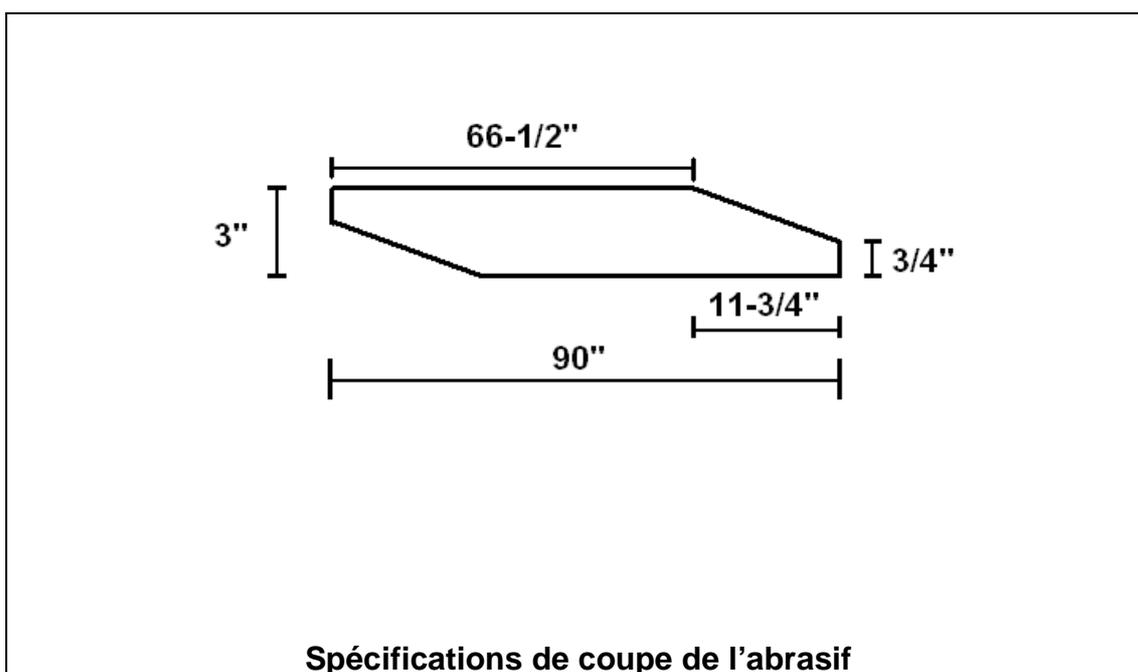

Figure 13
2. Avec soit une bande prédécoupée soit une bande que vous avez coupée pour l'utiliser, vous pouvez commencer à installer l'abrasif en insérant la pointe d'une bande conique dans la fente dans le côté gauche du cylindre tout en appuyant sur la pince (Figure 13). Il faut insérer environ un pouce de matériau dans la fente pour exécuter le raccordement dans la pince. Relâchez la pression de la pince une fois l'extrémité conique insérée et bien fixée dans les mâchoires de la pince.